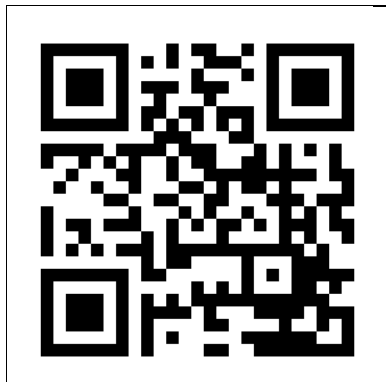

Abbildung 17
1. Öffnen Sie das Eurom Smart App-Handbuch mit dem QR-Code (Abbildung 17) oder gehen Sie zu www.eurom.nl/nl/manuals.